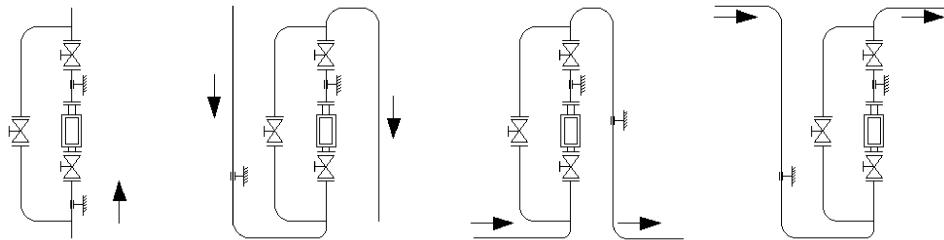

图3 安装流量计推荐方法
(3) 流量计应安装在垂直位置上(流量计中心线与铅垂线的夹角不得超过 5°)并有可靠的支承，不应受到来自管道的任何张力和压力。新装管路，应将管道冲洗干净后安装流量计。被测量体从流量计下端进上端出。注意：任何流量计切勿持在手中使用。
(4) 流量计的上游(进口端)应有5~10倍公称通径的直管段，推荐按图3所示的方式安装流量计。